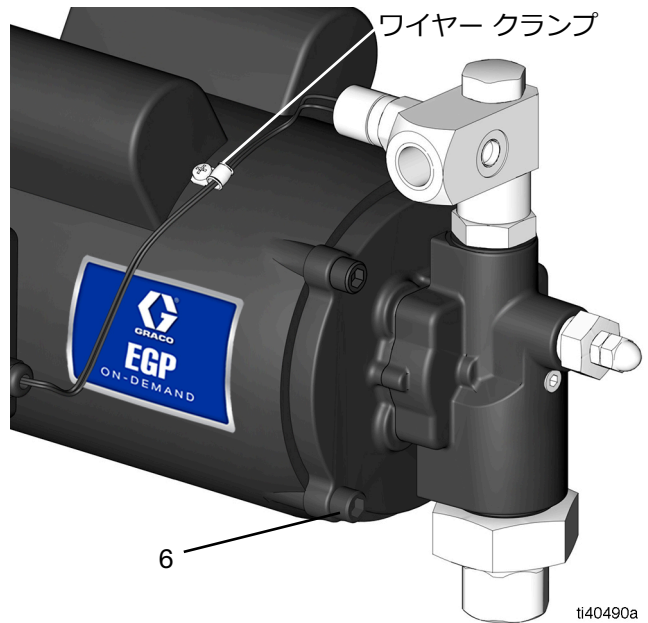

図 17
12. 圧カスイッチワイヤーをワイヤー クランプから引き抜きます (図 17)。
13. 5/16 インチ (8 mm) の六角レンチ (6) を使用して、4本の六角ネジを外します (図 17)。
2. 5/16 インチ (8 mm) 六角レンチを使用して、4 本の六角ネジ (6) を取り付け、締めます (トルク 20 ft-ポンド、27.1 N•m) (図 17)。